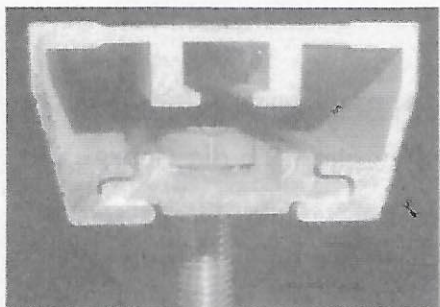

Figure 2
2. Plazieren Sie die 8mm Schraube auf dem Gleitblech. Schieben Sie das Gleitblech und die Schraube auf die Montageprofile. Siehe Abbildung 2.
(Abbildung2)